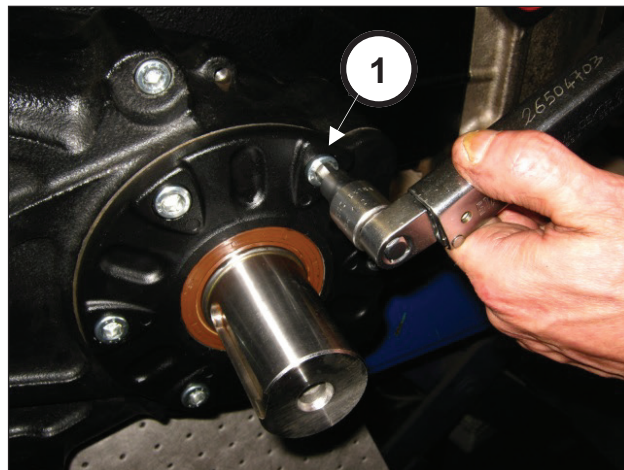

Рис. 82
Затяните 6 винтов М10х25 (поз. ①, Рис. 82). Откалибруйте винты динамометрическим ключом, как указано в главе 3 МОМЕНТЫ ЗАТЯЖКИ ВИНТОВ.